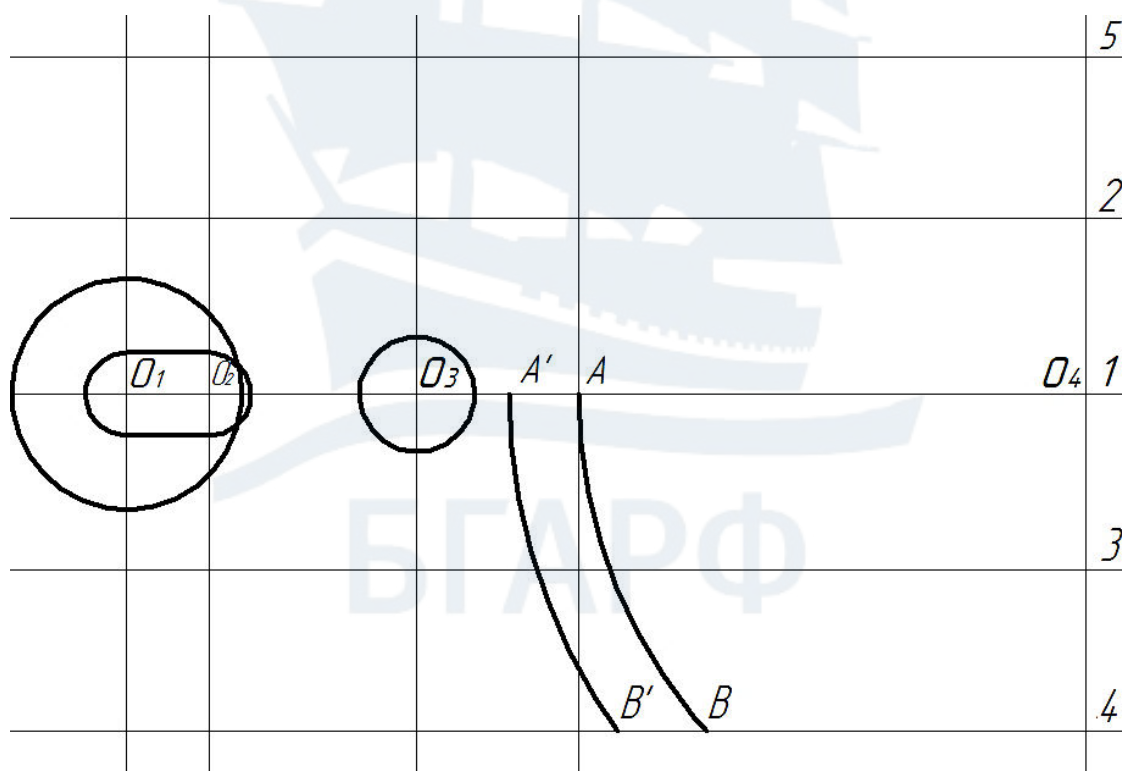

Рис. 125
12. Построить дугу $A'B'$ на **15 мм** левее дуги AB , используя команду **Сместить** (рис. 125). Удалить участок дуги ниже линии 4.